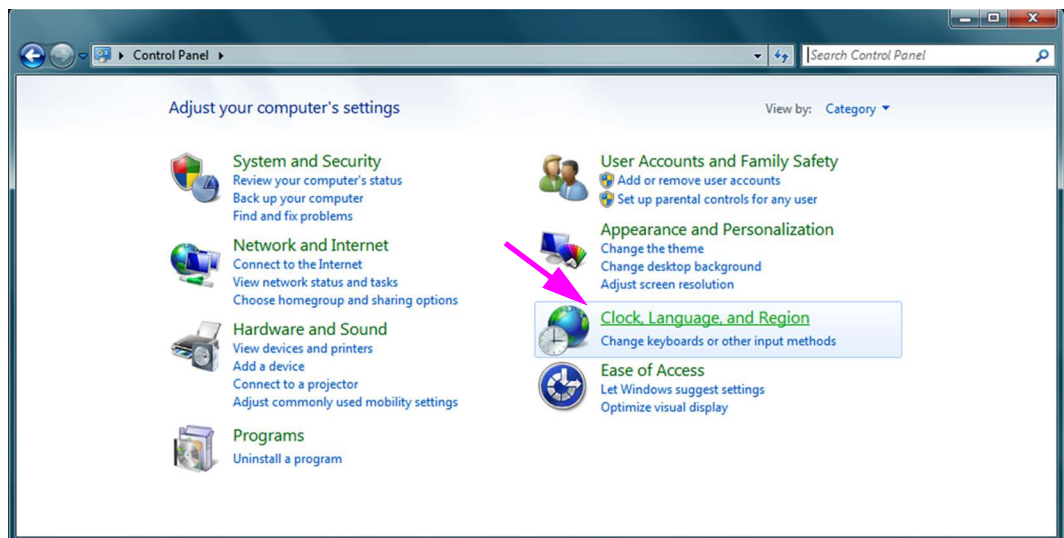

Abbildung C-13. Fenster „Control Panel“ (Systemsteuerung)
3. Öffnen Sie das Fenster „Control Panel“ (Systemsteuerung) und klicken Sie anschließend auf **Clock, Language, and Region (Zeit, Sprache und Region)** (vgl. Abbildung C-13).